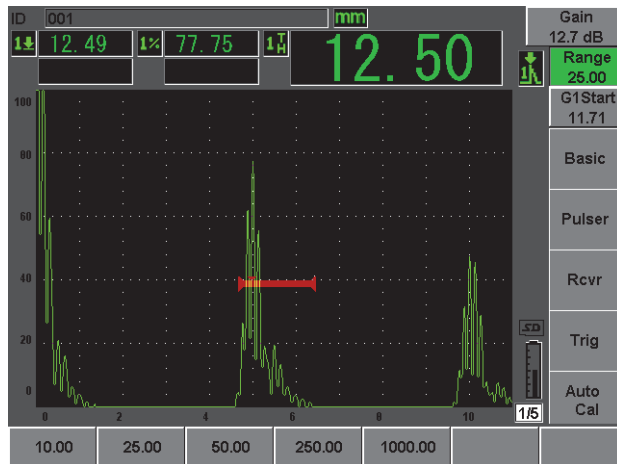

Figura 2-17 Valor del rango
16. Pulse la tecla **[RANGE]** y ajuste el rango de la pantalla (véase la Figura 2-17 en la página 53).